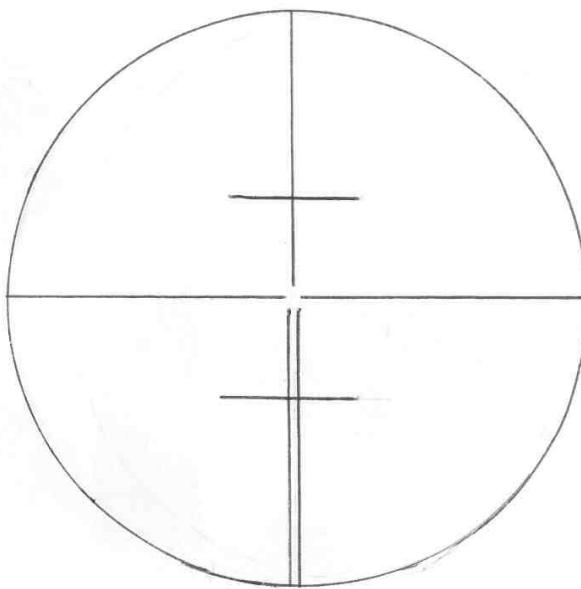

Рис.2
объективом. Ее фокусирование на цель осуществляется вращением кремальеры (11). Вращением диоптрийного кольца (3) добиваются резкой видимости сетки нитей (рис. 2). Два горизонтальных коротких штриха сетки нитей выше и ниже перекрестия горизонтальной и вертикальной нитей представляют собой нитяной дальномер. Корпус зрительной трубы составляет единое целое с горизонтальной осью, установленной в лагерях колонок (10).